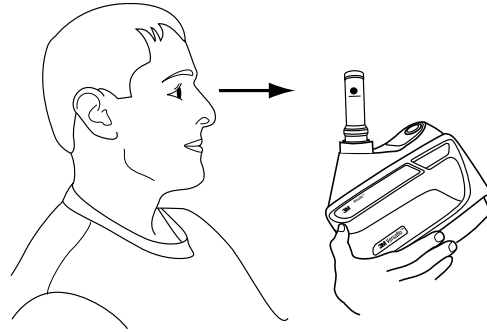

Fig. 14-2 Vérification du débit d'air
- Avec le débitmètre en position verticale, s'assurer que le bas de la bille flottante est vis-à-vis ou au-dessus de la marque de débit minimal indiquée par la lettre correspondant à votre « zone » (Fig. 14-2). Pour obtenir une lecture exacte, le débitmètre doit se trouver en position verticale.